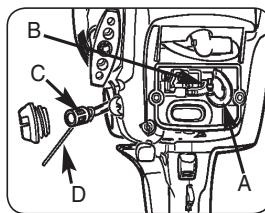

Abb. 15
- Ziehen Sie den Treibstoffschlauch (A) durch die Drosseldichtung.
- Ziehen Sie den Treibstofffilter (C) mit einem gebogenen Drahtstück (D) oder mit einer flachen langen Zangen aus dem Tank heraus. Ziehen Sie den Filter ab und entsorgen Sie ihn.
- Verbinden Sie den Treibstoffschlauch (A) wieder mit der Drosseldichtung (B). Setzen Sie wieder den Luftfilter und die Abdeckung (Abb. 15).